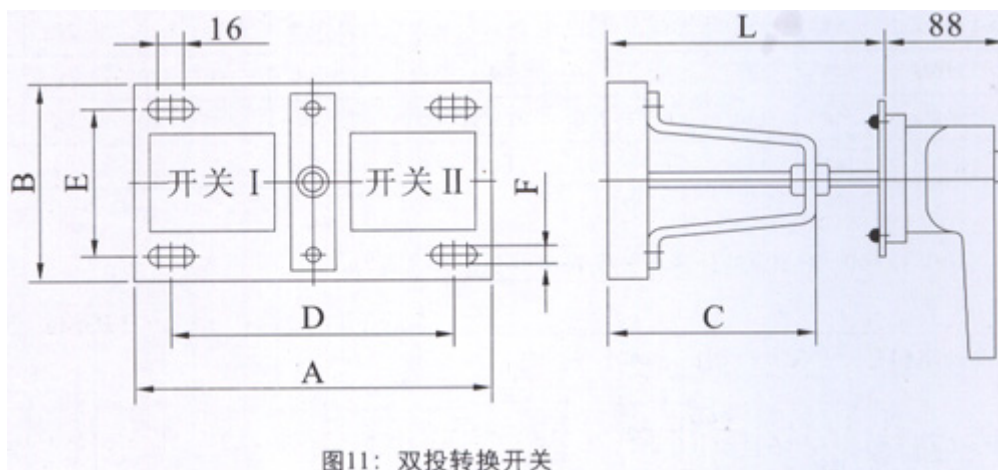

图11: 双投转换开关
5、双投转换开关由两台相应的单投开关在底板上左右并排组装而成，其外形与安装尺寸（见图 11、表 8）